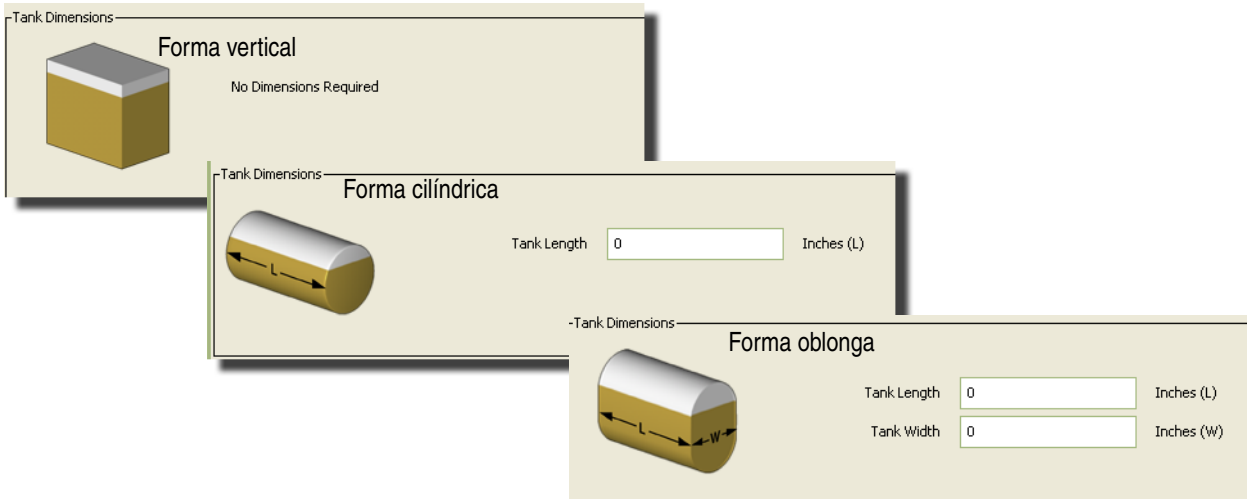

FIG. 102
- **Forma del tanque:** seleccione el parámetro vertical (predeterminado), cilíndrico u oblongo. Se requiere información adicional sobre las dimensiones de los tanques con forma cilíndrica y oblonga (consulte la FIG. 102).